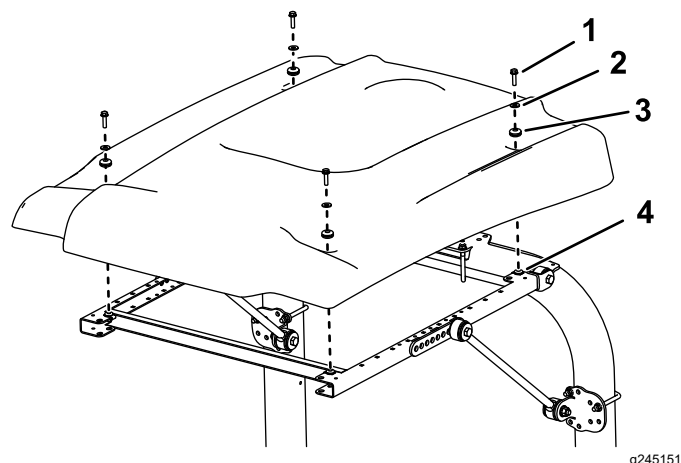

Figura 6
10. Alinee los taladros de montaje y posicione el toldo sobre el bastidor, según se muestra en Figura 6.
11. Sujete provisionalmente cada esquina del toldo al bastidor con un perno con arandela prensada (5/16" x 1 1/4"), una arandela pequeña y un anillo de goma (Figura 6).